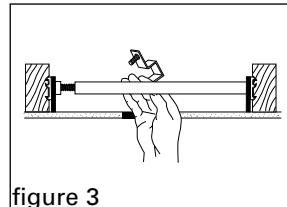
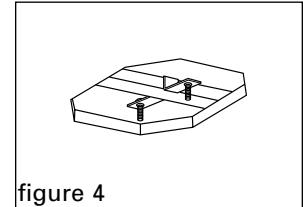

figure 3
figure 4
3. Accrochez le crochet par-dessus le tube carré et centrez-le au milieu du trou (figure 3). Assurez-vous que les vis pointent vers le trou dans le gyproc (figure 4).